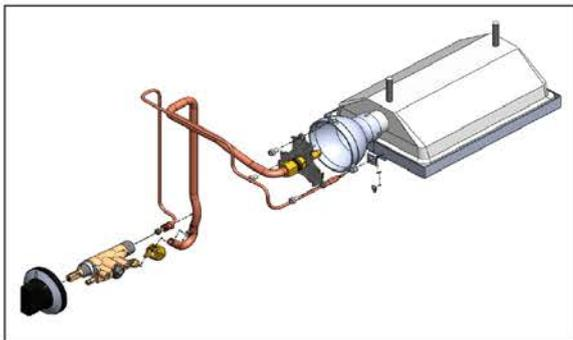

Figure 3
- Dismantle Radian Gas Supply Pipe Connection Sleeve, Pull and Remove (Figure 3).
- Ausbau der Verbindungsmuffe zwischen dem Radian Gasversorgungsschlauch und Abziehen und Entfernen (Bild 3.).